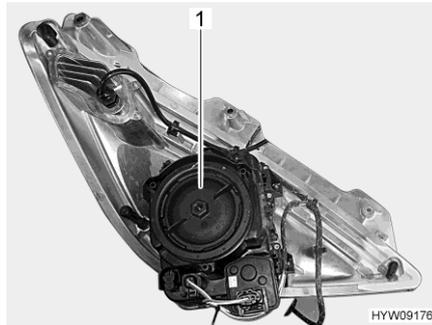

Bild 235 Frontscheinwerfer (Rückseite)
- Gehäusedeckel (Bild 235,1) entgegen dem Uhrzeigersinn drehen und abnehmen.
- Gehäusedeckel (Bild 235,1) aufsetzen und im Uhrzeigersinn festdrehen.